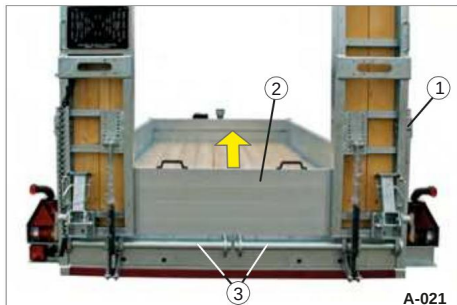

Bild 23 Upplåsning av ramperna
ÿ Ta bort insticksväggen vid behov (bild 23/2).
- Styrstängerna (bild 23/3) är fria från smuts
ÿ Lås upp ramplåset (Bild 23/1).